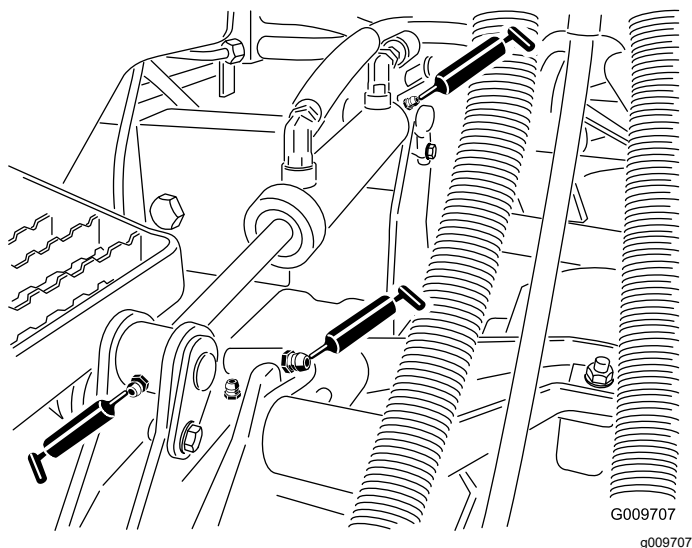

图 44
- 提升臂轴套每个滚刀组1个如图44所示
- 提升油缸轴套每个滚刀组2个如图44所示